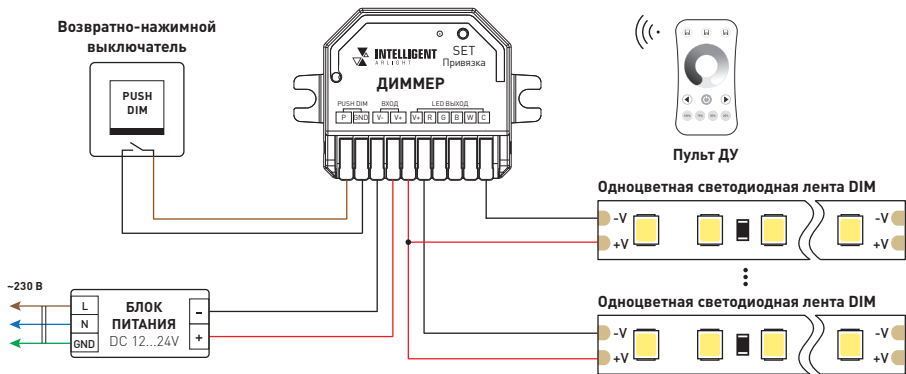

Рис. 2. Схема подключения диммера со светодиодной лентой DIM
- 3.3. Подключите диммер согласно одной из схем, представленных на рис. 2–6.